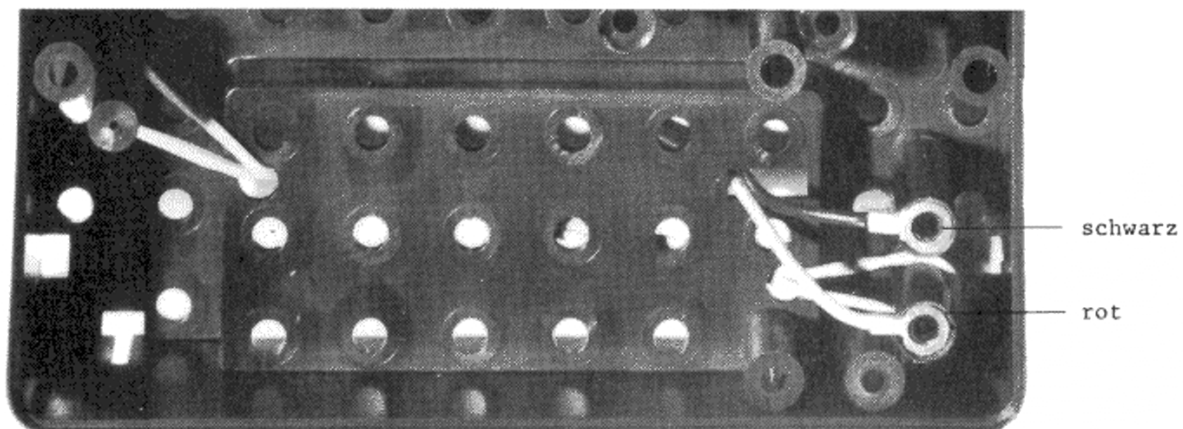

Abb. 2
2. Zum Festklemmen der Batterie wird das Gummiband im Batteriefach von unten durch die äußeren Löcher gesteckt und über die nebenliegenden Schraubröhrchen gehakt (Abb. 2).
3. Kabelschuhe von unten durch das große Loch im Batteriefach stecken und innen so auf die benachbarten Schraubröhrchen drücken, daß die Kabelzuführungen in die Schlitze passen (Abb. 2). Es ist unbedingt darauf zu achten, daß der rote Anschlußdraht zu dem Schraubröhrchen führt, das näher zur Gehäuseecke liegt.